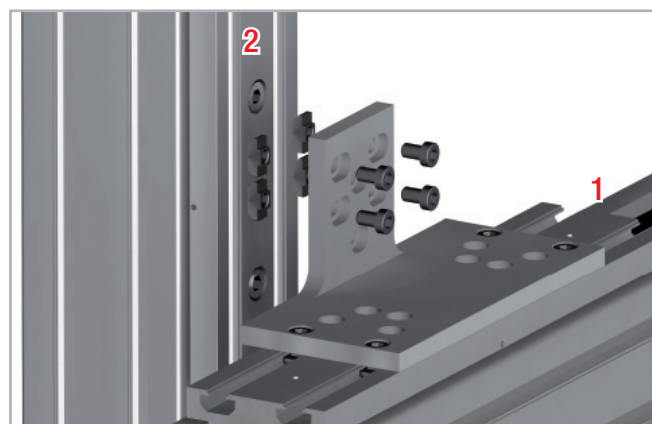

图. 73
4. 将螺栓穿过单元1的安装孔, 拧紧单元2的安装板, (见图73)。